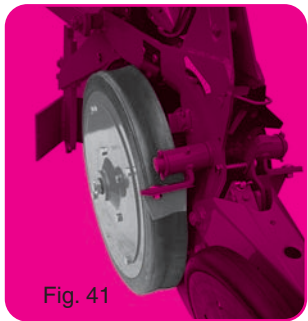

Fig. 41
- Roues tasseuses ④ étroites (2 cm au lieu de 4) pour terrains durs.
- Roue de jauge étroite (fig. 41).
- Narrow press wheels ④ (2 cm wide instead of 4 cm) for hard soils.
- Narrow gauge wheel (fig. 41).
- Schmale Andruckrollen ④ für besonders harte Böden. (2 cm anstatt 4 cm).
- Schmale Andruckrollen (fig. 41)